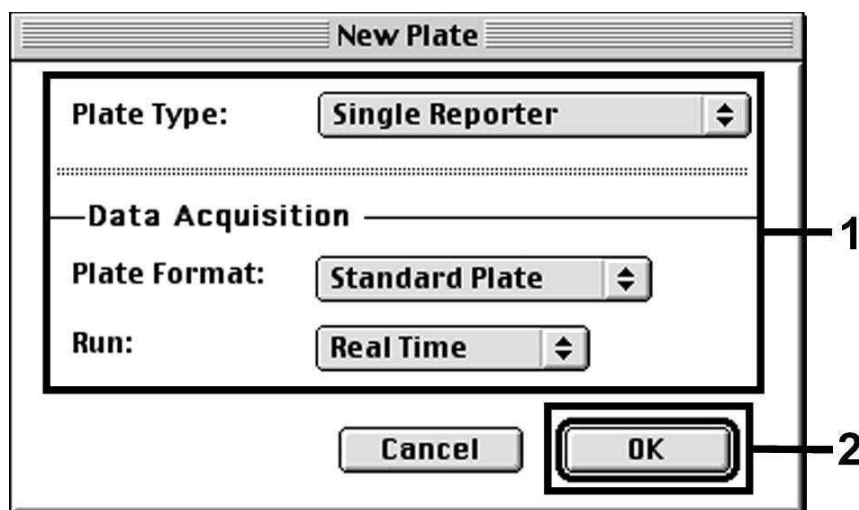

Fig. 9: Pré-definições para a criação de um novo ensaio de PCR (*New Plate*).
Selecione no ABI PRISM 7700 SDS o ítem *New Plate* do menu *File* e introduza ao novo documento os seguintes ajustes básicos (ver Fig. 9). Confirme as suas definições (OK).